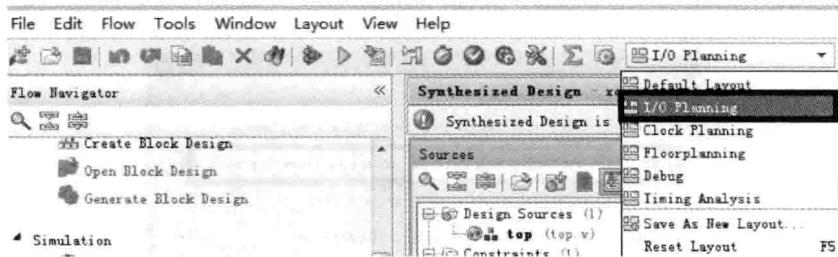

图 2.42 选择 I/O Planning
(8) 如图 2.42 所示,在下拉框中选择 I/O Planning(I/O 规划)。